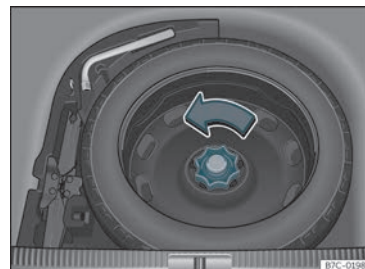

Fig. 267 Na bagageira: piso de carga levantado.
- Mova a roda no sentido contrário ao dos ponteiros do relógio »» Fig. 267.